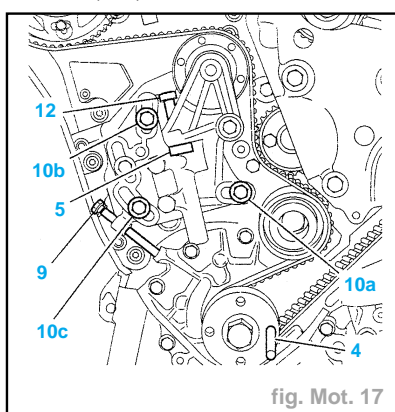

fig. Mot. 17
- Serrer dans l'ordre (fig. Mot. 17) :
- Reposer la pige de calage du vilebrequin (4).
- Déposer la vis (12) (fig. Mot. 17).
- Agir sur la vis (9), afin d'assurer le coulisement sans jeu de l'outil (5).
- Contrôler le coulisement de l'outil (5).
- Déposer l'outil (5)
- la vis (9)